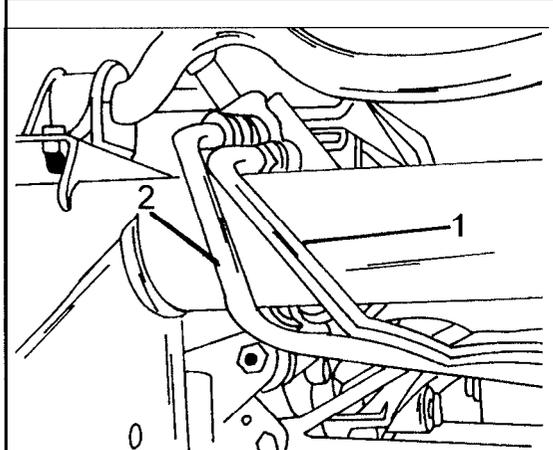

Bild 299
● Die beiden in Bild 299 gezeigten Leitungen an der Lenkung abschliessen. Der mit (1) bezeichnete Schlauch ist der Hochdruckschlauch (Dehnschlauch), mit (2) ist die Rücklaufleitung bezeichnet. Die Dichtringe müssen erneuert werden. Auslaufende Flüssigkeit in einem Behälter auffangen oder mit einem Lappen aufsaugen. Beim Anziehen die Hochdruckleitung mit 45 - 50 Nm, die Rücklaufleitung mit 30 - 32 Nm anziehen.
- Die beiden Leitungen in Bild 299 an der Lenkung anschliessen und festschrauben. Den Hochdruckschlauch mit 45 – 50 Nm, den Rücklaufschlauch mit 30 – 32 Nm anziehen.